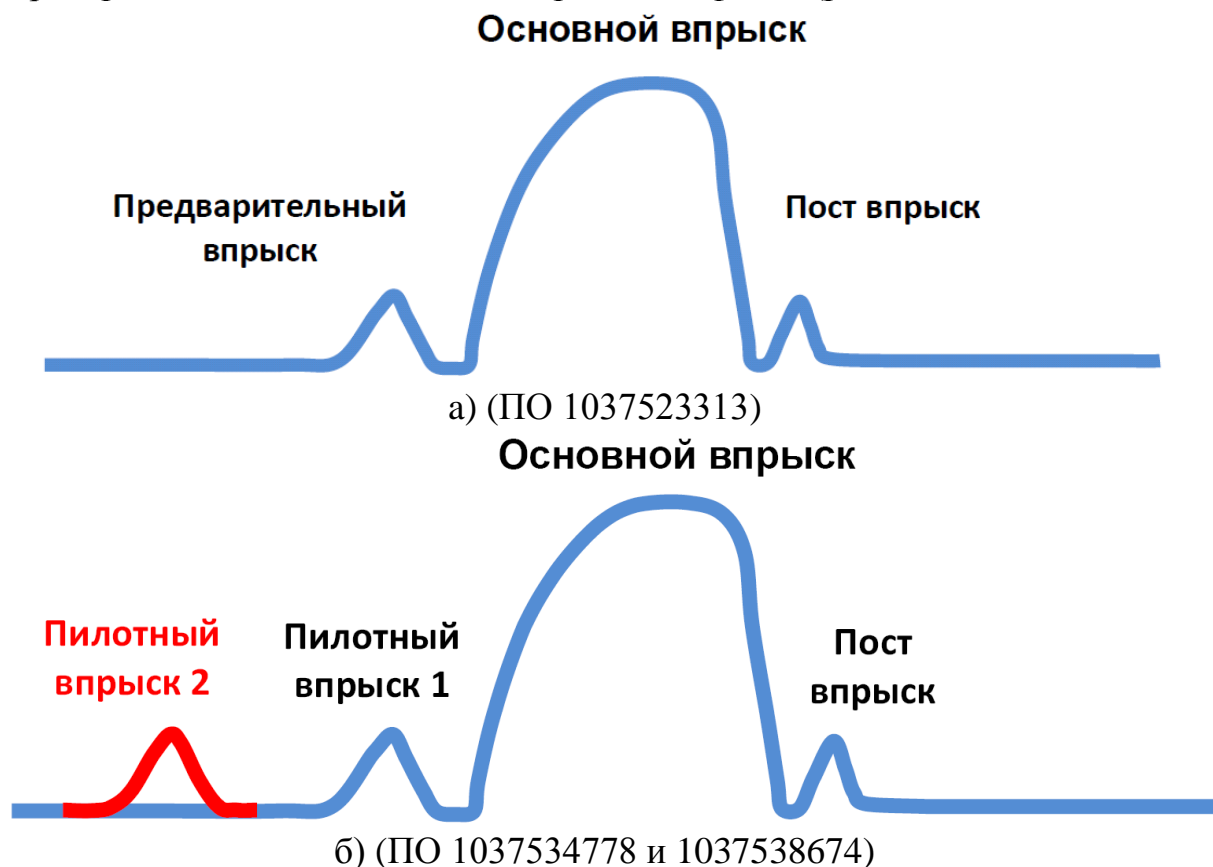

Рис.65. Закон подачи топлива в дизеле ЗМЗ-51432 CRS
**Под законом подачи топлива** подразумевается количество фаз впрыска за цикл и распределение массовой доли впрыска по фазам (рис.65).